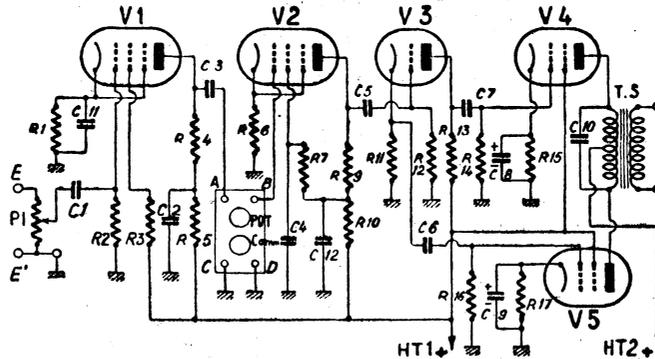

Figure 1
- 2) Utilisation d'un bloc de tonalité variable. Ce bloc est très facile à réaliser et permet d'obtenir, à volonté, soit un relèvement, soit un abaissement progressif et simultané des basses et des aigus, ainsi que nous le précisons plus loin. Ce bloc est connecté aux points A, B, C et D du schéma de la figure 1.